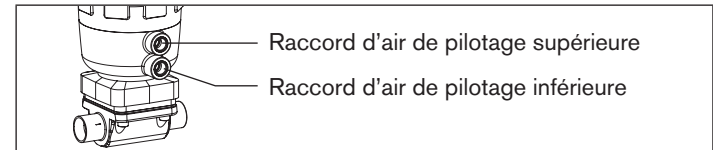

Fig. 17 : Raccordement pneumatique
→ Raccorder le fluide de pilotage au raccord d'air de pilotage inférieure de l'actionneur (voir « Fig. 17 »).
→ Raccorder le fluide de pilotage au raccord d'air de pilotage supérieure de l'actionneur (voir « Fig. 17 »).
→ Pour réduire l'intensité sonore de l'évacuation d'air : insérer le silencieux dans le raccord de purge d'air libre (voir « Fig. 17 »).
4) voir « Fig. 17 : Raccordement pneumatique », page 71